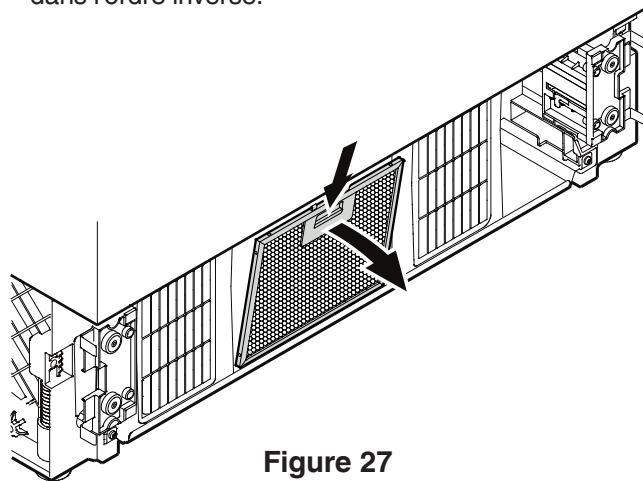

Figure 27
- Presser le bouton du filtre à air vers le bas, faire basculer le filtre vers l'avant puis le retirer - **Figure 27**.